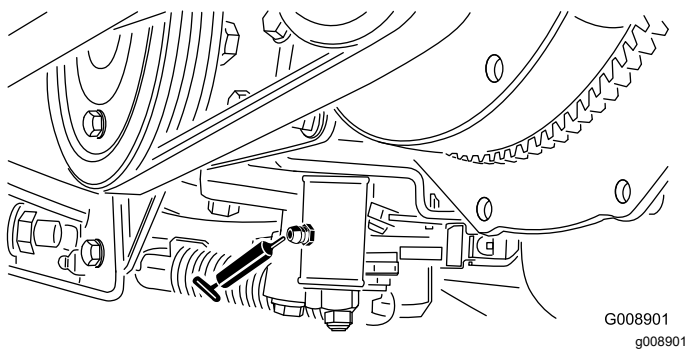

Figura 66
2. Sollevate con i cavalletti la parte posteriore della macchina sotto il motore della ruota posteriore (Figura 66).
- Meccanismo di regolazione della folle (Figura 66)